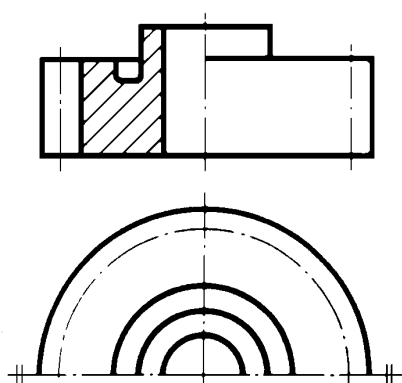

FIGURE 1
Représenter les contours et arêtes de chaque roue (fig. 1, 2 et 3) comme s'il s'agissait :
- en projection normale à l'axe, par son cercle primitif de fonctionnement (cercle primitif de fonctionnement extérieur dans le cas d'une roue conique et cercle primitif de fonctionnement médian dans le cas d'une roue creuse à vis sans fin) (fig. 1, 2 et 3),
- en projection parallèle à l'axe, par son contour apparent, en faisant dépasser le trait de part et d'autre du contour de la roue (fig. 1, 2 et 3).